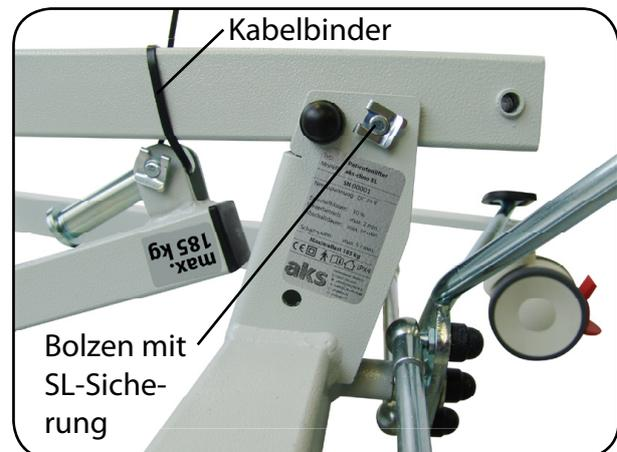

Abb. 6.1.04 - Standmastaufnahme
4. Entfernen Sie die SL-Sicherung und danach den Bolzen aus der Bohrung zur Transportsicherung an der Standmastaufnahme (Abbildung 6.1.04). Ziehen Sie hierzu das gebogene Ende der Lasche etwas zurück (1) und schieben Sie die SL-Sicherung aus der Nut des Bolzens (2) heraus (Abbildung 6.1.05).